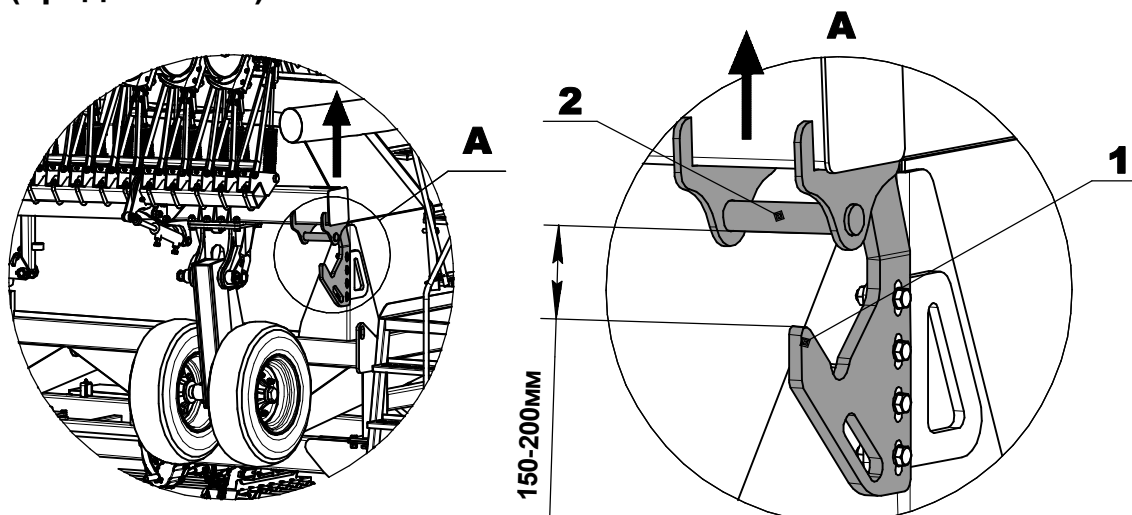

Рис.5.2.4 - Опора и ловитель транспортного положения крыла.
- 3.** Используя гидравлическую линию управления центральной рамой поднимите крылья (за счёт подачи центральной рамы слегка назад) на 150 - 200 мм, чтобы опоры вышли из ловителя и беспрепятственно могли раскладываться крылья (рис.5.2.4 поз.1 и 2).